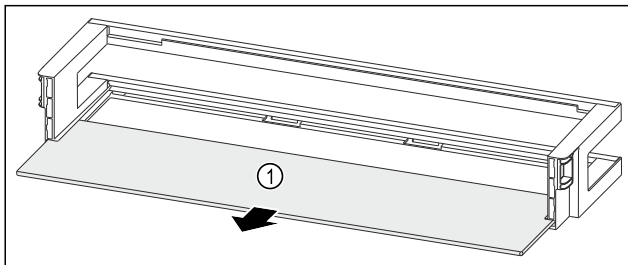

Fig. 118 Рафт на врата с рафт
- ▶ Свалете рафта Fig. 118 (1).